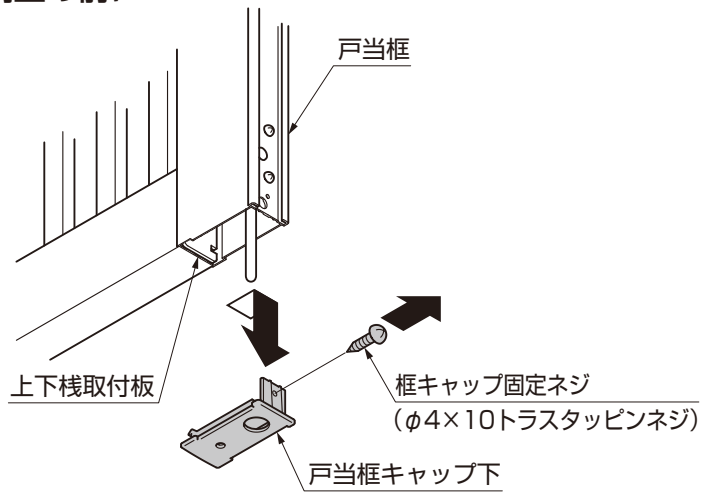

図4-1
- ①「框キャップ固定ネジ」を戸当枠キャップ下から取外してください。(図4-1参照)
- ②戸当枠キャップ下をスライドさせ、ツメの引っ掛かりを外しながら引き抜いてください。(図4-1、4-2参照)